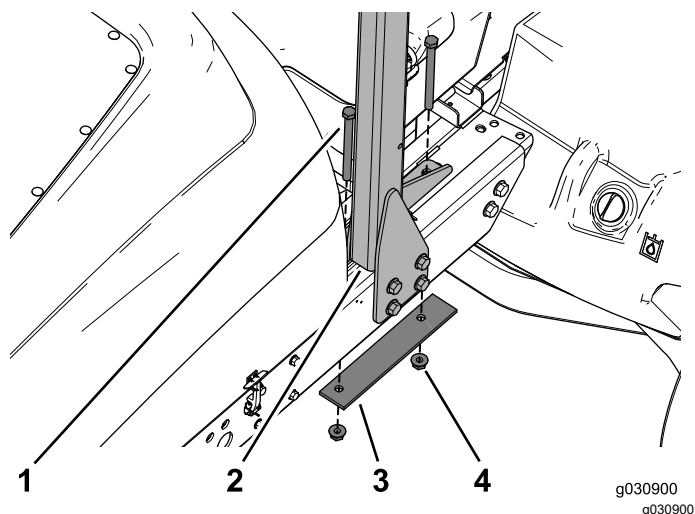

Figura 7
6. Disponete la piastra di rinforzo e il vano batteria in modo tale da essere in grado di rimuovere i 2 bulloni, la piastra di rinforzo e i 2 dadi flangiati che fissano il roll bar alla parte superiore del telaio (Figura 7). Metteteli da parte.